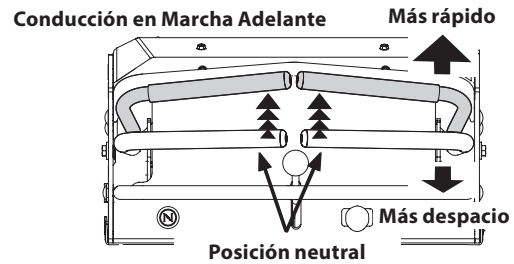

Figura 11
1. Mueva las palancas de control lenta y suavemente hacia adelante. La cortadora de césped comenzará a desplazarse hacia adelante (Figura 11).